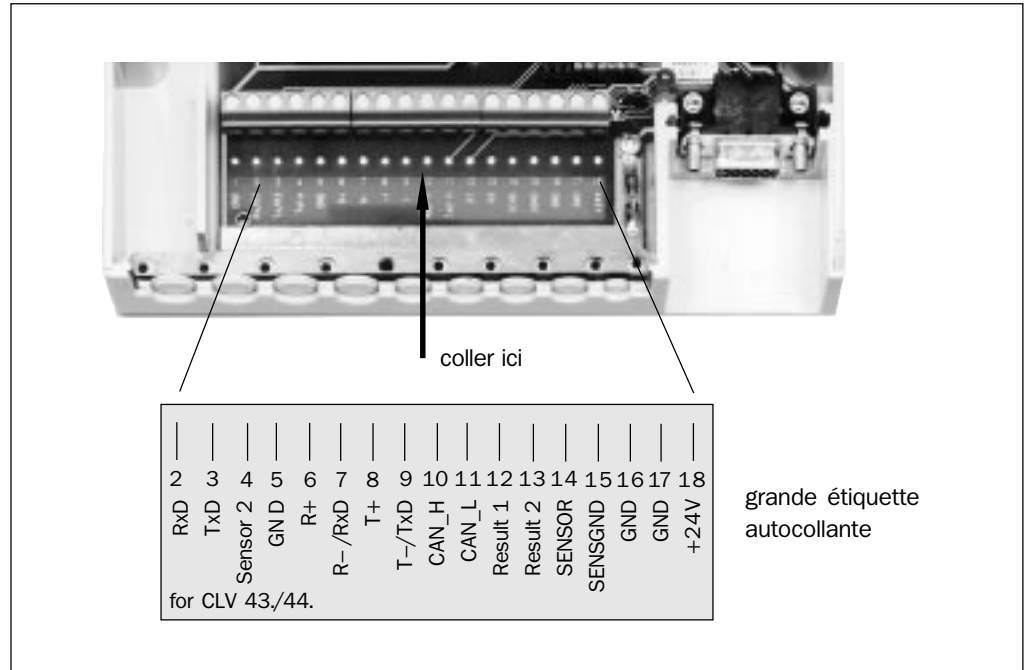

Fig. 4-1 : Etiquette autocollante avec le brochage du bornier AMV/S pour les CLV 43x/44x
- Avant d'effectuer le montage, coller les autocollants livrés avec l'appareil par-dessus la sérigraphie dans le boîtier ainsi que par-dessus l'étiquette du couvercle de l'AMV/S 40. L'étiquette la plus grande (Fig. 4-1) doit être collée sur la carte, la plus petite dans le couvercle.